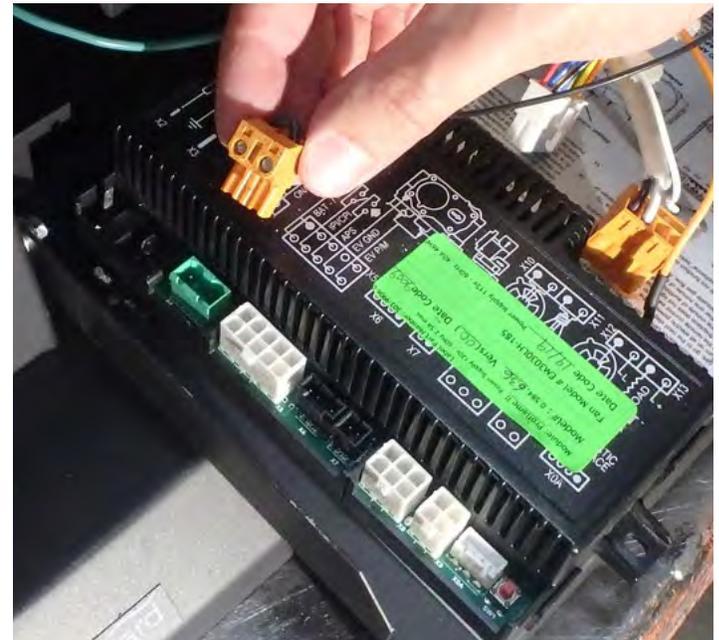

Figure 18.8.02:
2. Assurez-vous de retirer le connecteur à 2 broches comme illustré à la **Figure 18.8.02**.